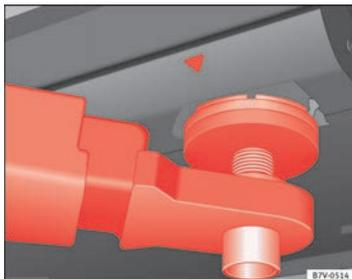
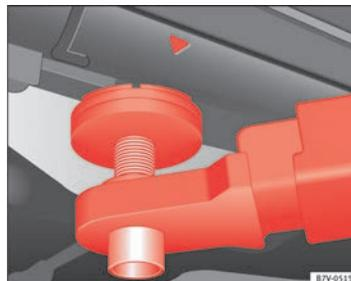

Fig. 162. Puntos de apoyo delanteros para elevar el vehículo con la plataforma elevadora o con el gato.
Fig. 163. Puntos de apoyo traseros para elevar el vehículo con la plataforma elevadora o con el gato.
Para levantar el vehículo deberá servirse únicamente de los puntos indicados en las figuras ⇒ fig. 162 y ⇒ fig. 163. Si no se eleva el vehículo por los puntos indicados, éste podría sufrir desperfectos ⇒ ⚠ y causar lesiones graves ⇒ ⚠.
- Elevar el vehículo sirviéndose únicamente de los puntos indicados en las figuras ⇒ fig. 162 y ⇒ fig. 163. Si no se eleva el vehículo por los puntos indicados, podría caerse de la plataforma elevadora al desmontar, por ejemplo, el motor o la caja de cambios.